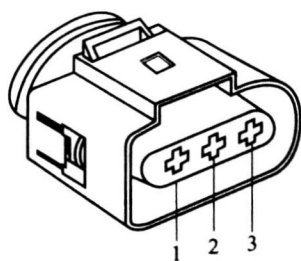

图1-6 霍尔传感器端子
2) 不拔下霍尔传感器插头（见图1-6），用测试灯从背面连接插头端子1和2，接通电动机几秒钟，发动机每转2r测试灯必须闪_____下；如果测试灯不闪，拔下霍尔传感器插头，打开点火开关，测量插头端子1和3的电压，标准值应为约_____ V；测量插头端子2和3的电压，标准值应接近_____。